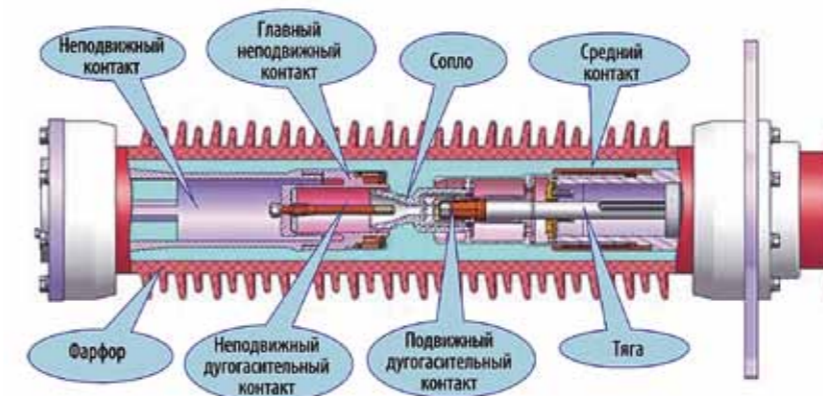

Рис. 5.1 Выключатель LW36-126
5.1 Выключатель (см. рис. 5.1, 5.2) имеет три полюса. Каждый полюс состоит из прерывателя, опорно-изолирующей штанги и т.д. В прерывателе использован принцип гашения дуги расширившимся газом, при котором горячий газ поступает в камеру теплового расширения, образуя газ высокого напряжения при использовании энергии дуги при отключении высокого тока. Когда ток, превышающий ноль, выдувает дугу, из камеры теплового расширения быстро выходит горячий газ. При отключении малого тока газ, сжатый в компрессионной камере, гасит дугу. Прерыватель каждого полюса содержит абсорбент для поглощения влаги. Выключатель снабжен пружинным приводом с моторизованным взводом. Корпус привода установлен на бетонном фундаменте, в верхней части корпуса привода располагается дугогасительная камера.